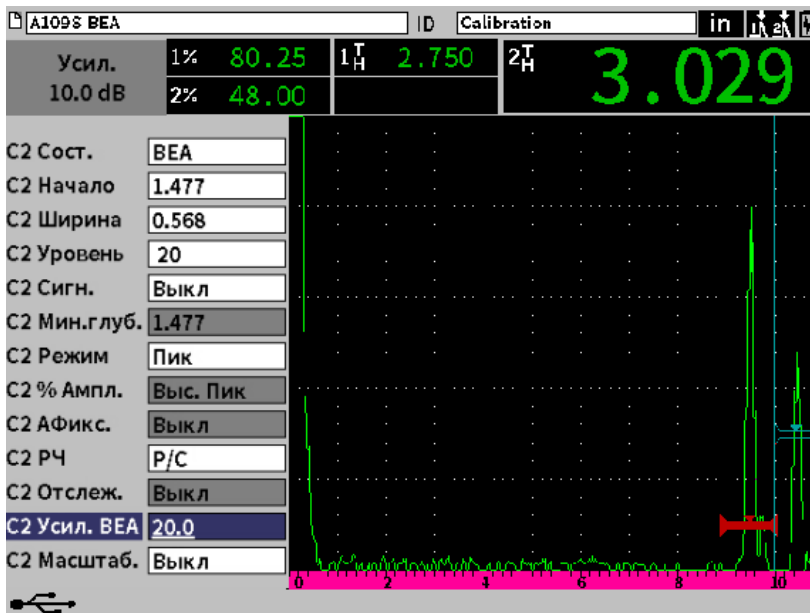

Рис. 11-30 Настройка усиления донного эхо-сигнала
1. В диалогом окне строба 2 нажмите клавишу Tab, чтобы выбрать **С2 Усил. ВЕА** (см. Рис. 11-30 на стр 200).